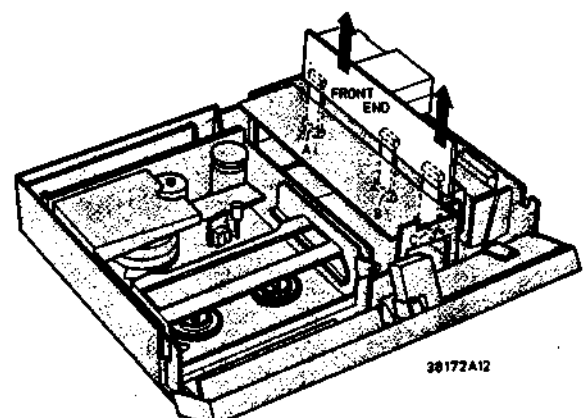

Fig. 2-4
2.4 Servicestellung von P106 (front-end), Bild 2-4